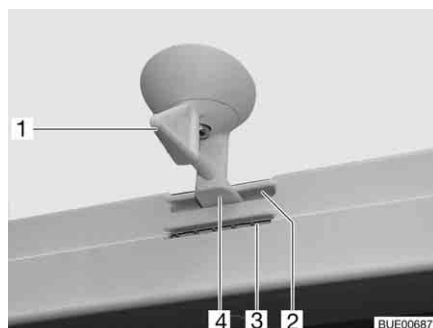
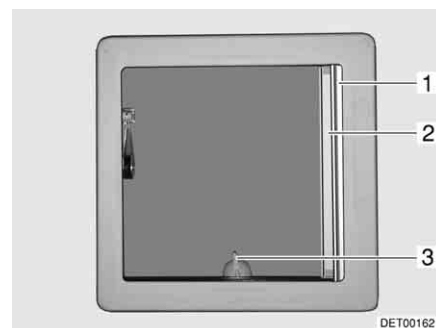

Fig. 44 Oblò inclinabile, bloccaggio
Fig. 45 Oblò inclinabile
- Ruotare la leva (Fig. 44,1 o Fig. 45,3) di un quarto di giro.
- Girare la leva di un quarto di giro. Il bloccaggio (Fig. 44,4) deve entrare nella feritoia inferiore (Fig. 44,3).
- Girare la leva di un quarto di giro. Il bloccaggio (Fig. 44,4) deve entrare nella feritoia superiore (Fig. 44,2).
- Tirare la tendina oscurante pieghevole (Fig. 45,1) fino alla posizione desiderata e rilasciare. La tendina oscurante pieghevole rimane in questa posizione.
- Estrarre la zanzariera a rullo (Fig. 45,2) fino a quando non scatta il bloccaggio dalla parte opposta.